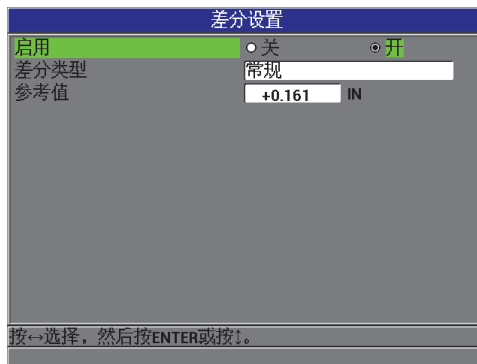

图 5-2 差值设置屏幕
3. 在**差值设置**屏幕中（参见第 94 页的图 5-2）：